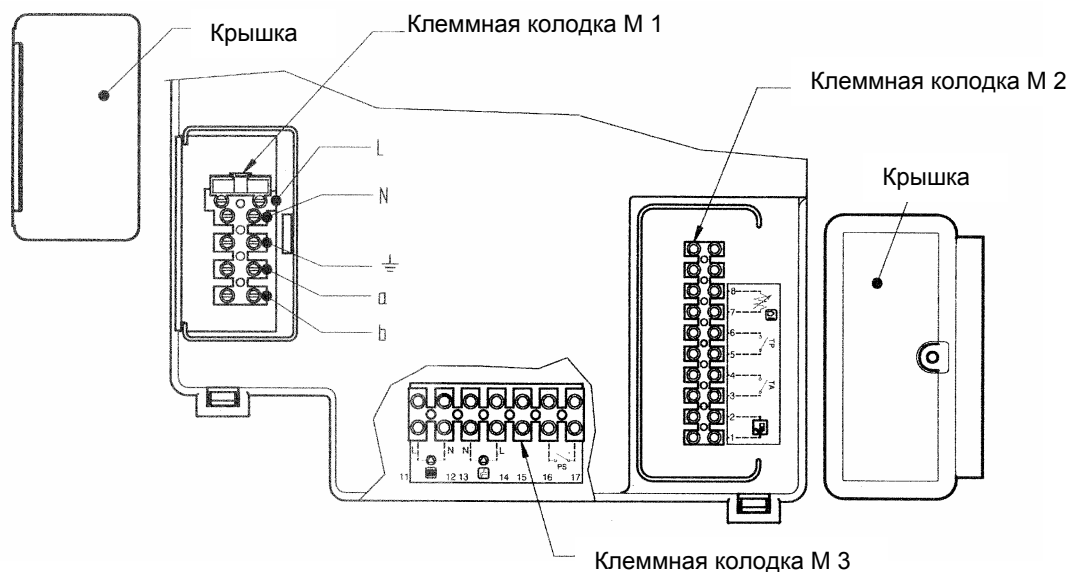

Рис. 8
- В клеммную колодку встроен плавкий предохранитель на 3,15 А (см. Рис. 8). Для его проверки или замены вынуть черный держатель предохранителя.
Чтобы получить доступ к клеммным колодкам M1 и M2 поверните панель управления вниз и снимите две предохранительные крышки. (см. Рис.8).
Климатический регулятор фирмы SIEMENS модели QAA73 (заказывается отдельно) присоединяется к клеммам 1-2 клеммной колодки M2 (Рис.8), предварительно необходимо удалить перемычку между клеммами 3-4.
Датчик уличной температуры фирмы SIEMENS модели QAC34 (заказывается отдельно) подсоединяется к клеммам 7-8 клеммной колодки M2 (см. Рис.8).